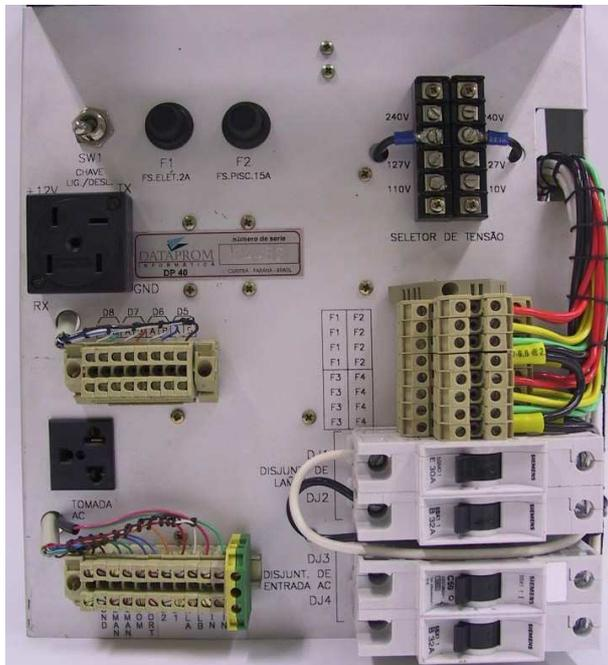

Figura 11 - Painel do Controlador de Semáforo - 4 fases
1. Conectar os cabos 4 X 1,5mm nos bornes que correspondem a F1, F2, F3 e F4 do painel do controlador, observando que as cores das vias do cabo deverão coincidir com as do chicote já ligado no conector, conforme exemplo da figura 11.